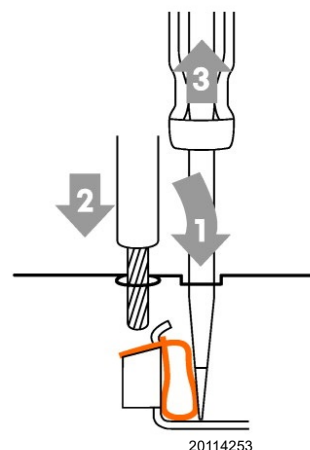

Abb. 31
Öffnen Klemmentyp "B" (Abb. 31)
- Führen Sie das vorher von der Isolierung befreite Kabel ein und ziehen Sie den Schraubenzieher heraus. Vergewissern Sie sich, dass das Kabel richtig befestigt ist Abb. 31.